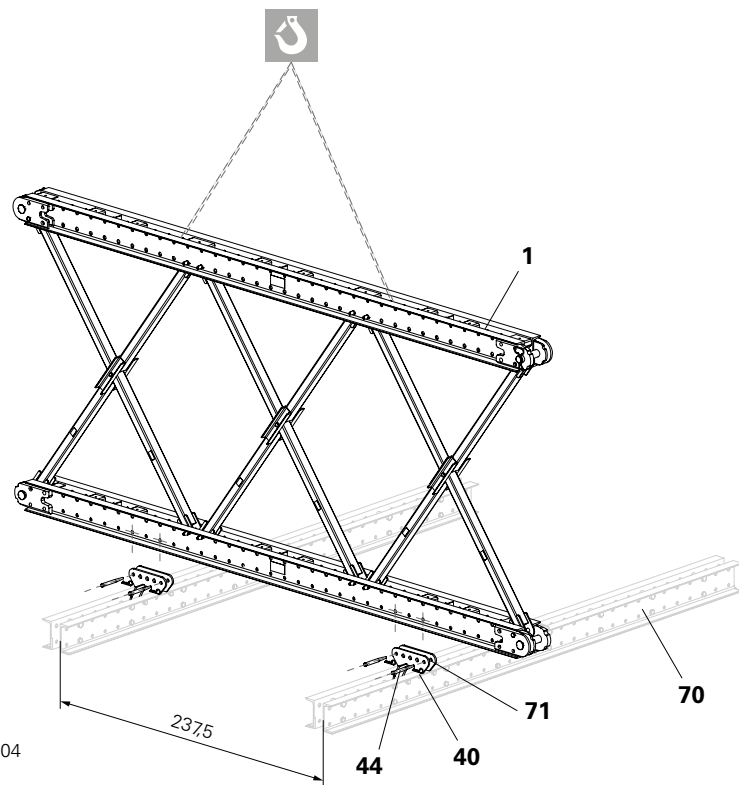

Fig. A1.04
- La distanza delle guide di ripresa è di 237,5 cm. (Fig. A1.04)
(Fig. A1.04)